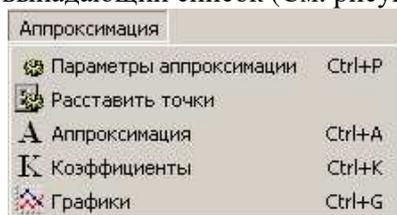

Рисунок 32
- 5) в поле **Разделитель между полями** из раскрывающегося списка выбирается соответствующий разделитель (См. рисунок 32);
5) в поле **Разделитель между полями** из раскрывающего списка выбирается соответствующий разделитель (См. рисунок 32);
- Меню **Аппроксимация** предназначено для построения математической модели градуировочной характеристики преобразователей, для расчета градуировочных коэффициентов и данных аппроксимации, а также для считывания (записи) параметров аппроксимации из (в) преобразователей расхода и содержит выпадающий список (См. рисунок 32), в котором команды: